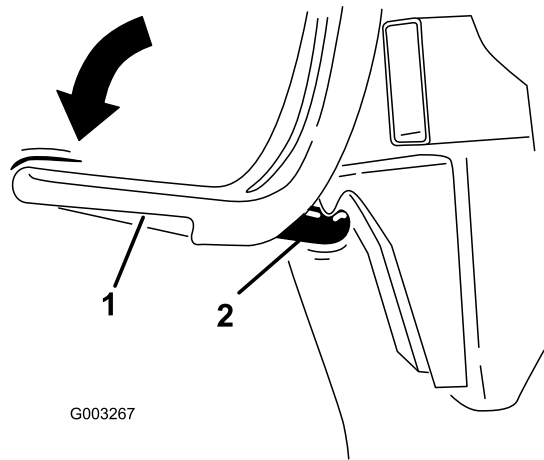

图 7
8. 将装袋机门锁放到门锁钩下方图 7。
9. 按装袋机门锁直到门锁锁入到位图 7。